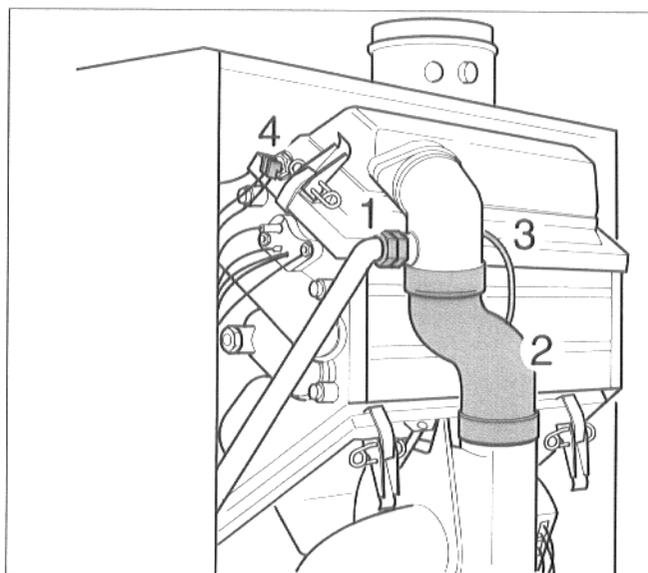

Abb. 31 Anschlüsse entfernen
- Verschraubung an der Gasdüse (Abb. 31, Pos. 1) lösen.
- Schlauch zum Gebläse abziehen (Abb. 31, Pos. 2)
- Schlauch an der Differenzdruck-Meßstelle abziehen (Abb. 31, Pos. 3).
- Stecker am Brennerthermostat abziehen (Abb. 31, Pos. 4).